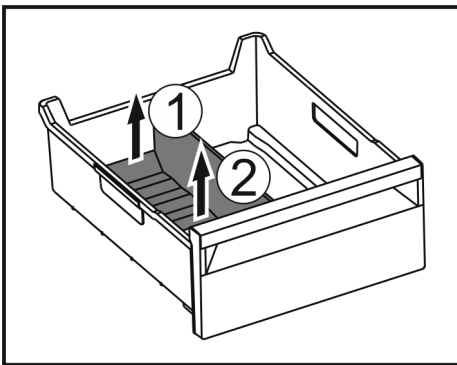

Fig. 63
- Soulever la partie arrière du séparateur de congélateur. Fig. 63 (1)
- Retirer le séparateur de congélateur par le haut. Fig. 63 (2)